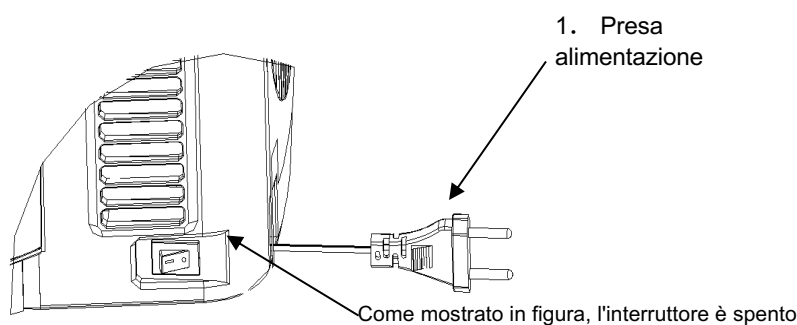

FIGURA 10
12. Coprire il coperchio superiore (vedere l'etichetta sul coperchio superiore per i dettagli). Impostare l'interruttore di alimentazione su "-" per avviare l'alimentazione e lo spillatore refrigerato per birra inizia a funzionare (impostare l'interruttore di alimentazione su o per disattivare l'alimentazione) (come mostrato nella Figura 10).